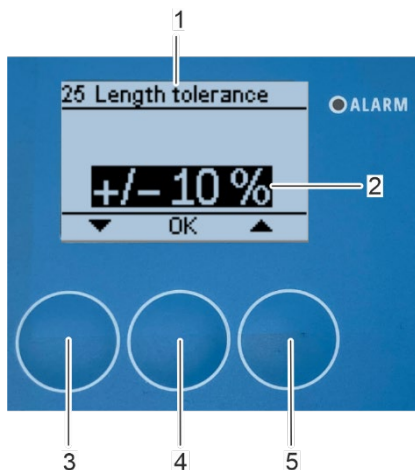

Abbildung 134: Einstellung der Längentoleranz
⇒ Das Untermenü „25 Längentoleranz“ erscheint auf dem Bildschirm (Abbildung 134/1).
3. Wählen Sie die bevorzugte Längentoleranz (Abbildung 134/2) mit den Pfeiltasten [nach oben] (Abbildung 134/5) und [nach unten] (Abbildung 134/3) aus.
4. Bestätigen Sie die Auswahl mit [OK] (Abbildung 134/4).